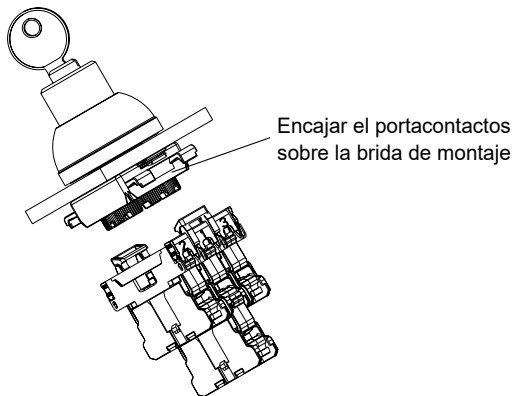

Fig. 3
3. Montaje del portacontactos premontado en la brida de montaje (véase fig. 3): Luego el portacontactos tiene que encajar en un lado de la brida de montaje. A continuación debe repetirse este proceso en el lado opuesto.